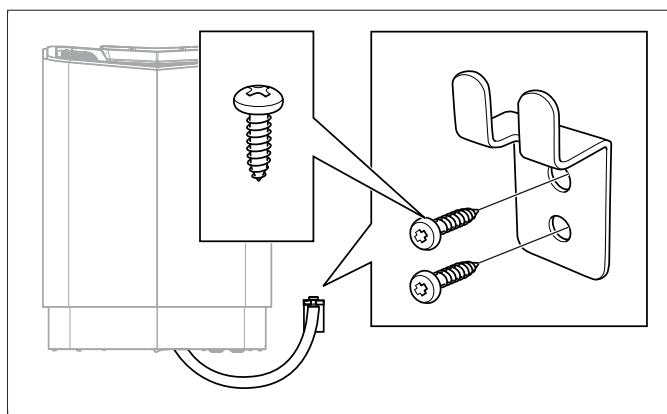

Fig 17: Montera slangfästet
15. Tag fram slangen som ligger upptrückt i chassit vid leverans och montera slangfästet på väggen (se **Fig 17**, sidan 7).